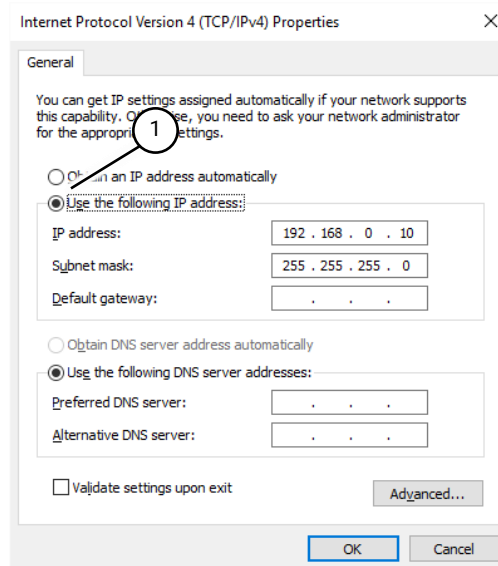

Fig 43 Paramètres IP
5. Sélectionnez "Utiliser l'adresse IP suivante" (Fig 43 (1)). Saisissez ce qui suit :